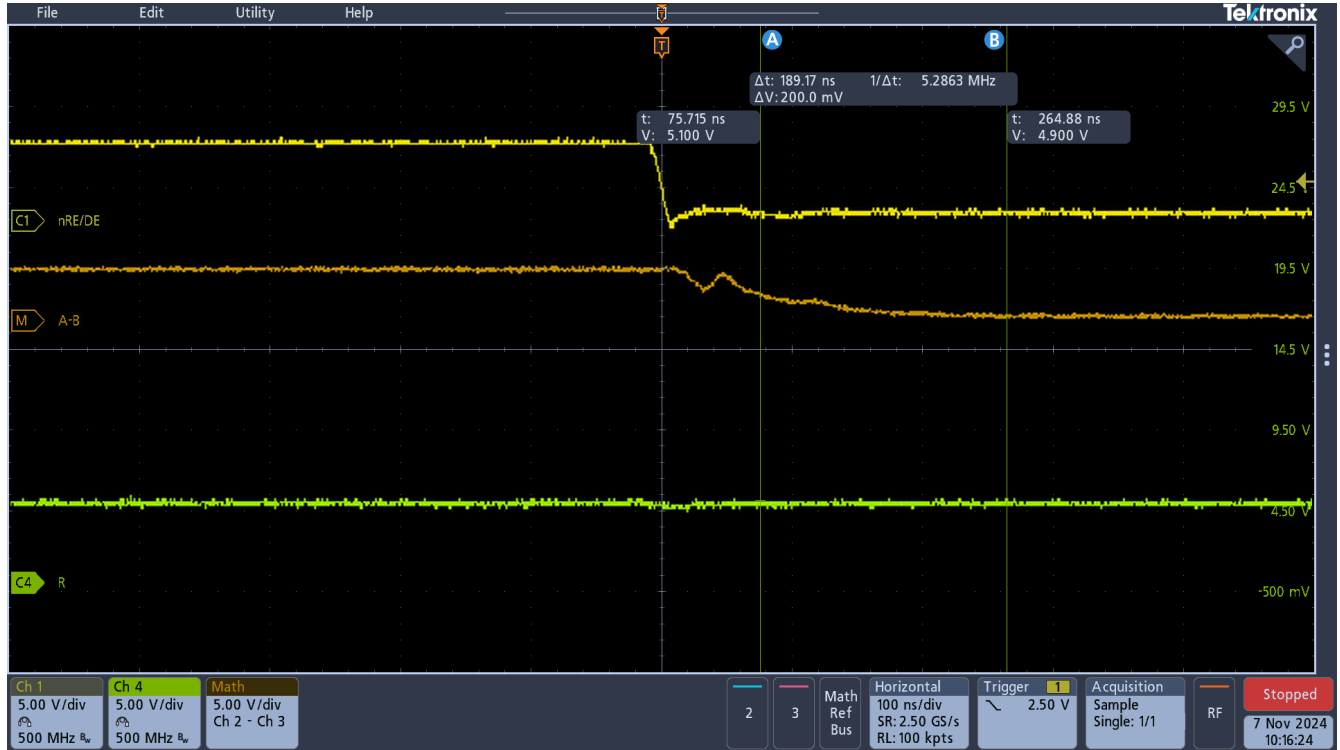
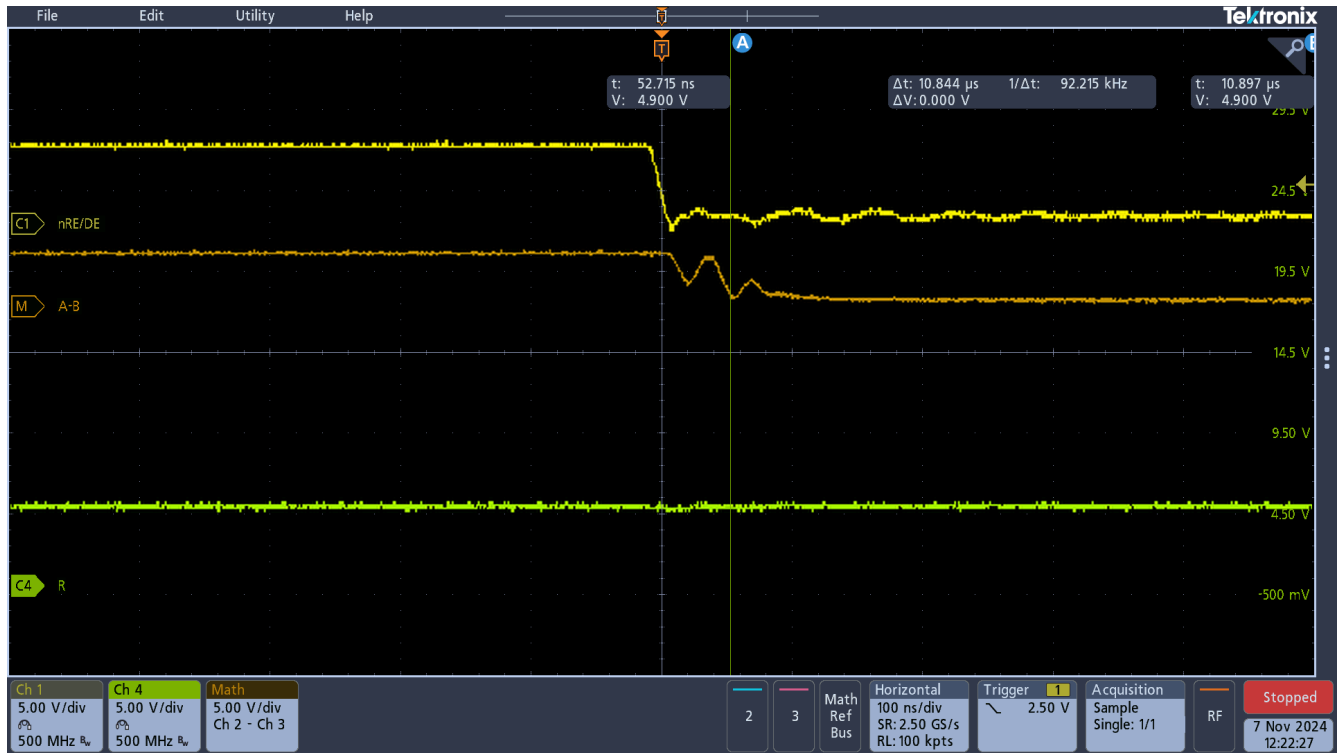

图 10-1. THVD1400 1000pF TXD 高电平
图 10-2. THVD2410 1000pF TXD 高电平
- 主要权变措施是用 TXD 线路上的高电压结束最后一次传输。这将消除 RXD 线路上的压降。在前面讨论的各种测试中，在 TXD 线路上模拟了 0V 低电压。当 TXD 线保持电压高电平时，THVD1400 和 THVD2410 都不存在压降，如图 10-1 和图 10-2 中所示。